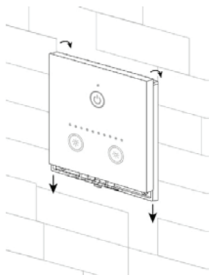

Рис.4. Установка панели
3.7. Аккуратно установите панель на закрепленное основание (Рис.4).